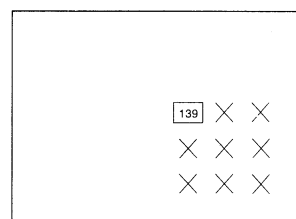

Bild 13
- Stellen Sie den Wert auf dem Bildschirm auf 139 (Bild 13).